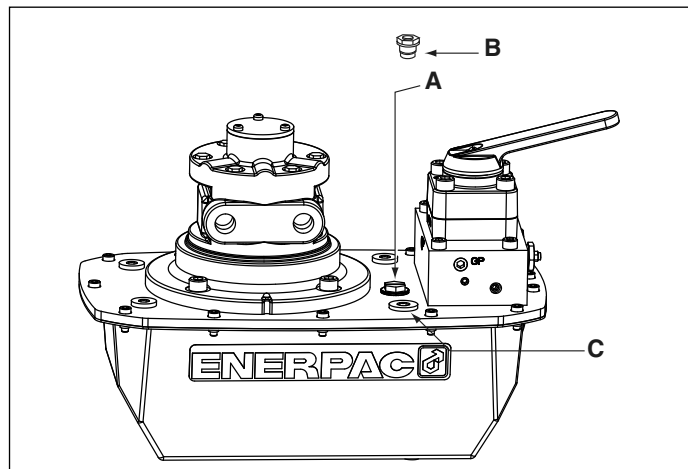
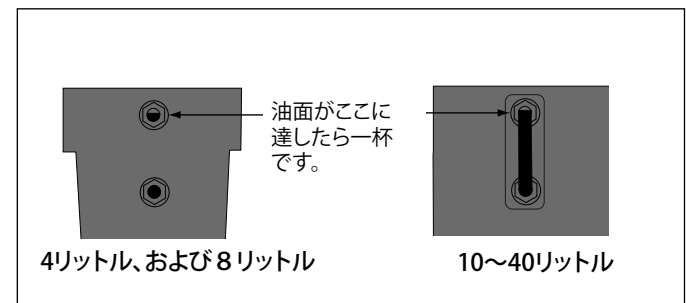

図2、ZA4ブリーザの取り付け
図4
4.1 タンクのブリーザキャップ(図2を参照)
始動前にオイルレベルを確認し、必要であればカバープレートからSAE #10プラグを外してオイルを追加します(図2参照)。オイルレベルがガラスボルトの覗き穴の一番上に達したら一杯です。(図4)
始動前にオイルレベルを確認し、必要であれば補充ポートキャップを外してオイルを追加します。オイルタンクにオイルを追加する前に、シリンダが完全に後退していることを常に確認してください。図2を参照。
6. オイルタンクに新しいEnerpac油圧油を注入します。タンクは、オイルレベルが覗き穴の中央に達したら一杯です (図4参照)